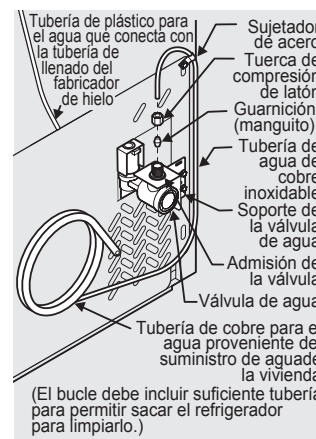

Figura 1
4. Si utiliza tuberías de cobre, deslice la tuerca de compresión de latón y la guarnición (manguito) en la tubería de suministro de agua. Inserte la tubería de agua en la admisión de la válvula de agua tan adentro como sea posible (¼" / 6,4 mm). Inserte la guarnición (manguito) en la admisión de la válvula y apriete a mano la tuerca de compresión en la válvula. Apriete media vuelta adicional con una llave. NO apriete demasiado. Ve a la figura 1. Si utiliza tuberías de acero inoxidable, la tuerca y la férula ya están colocadas en la tubería. Deslice la tuerca de compresión sobre la admisión de la válvula y apriétela a mano. Apriete media vuelta adicional con una llave. NO apriete demasiado. Ve a la figura 2.